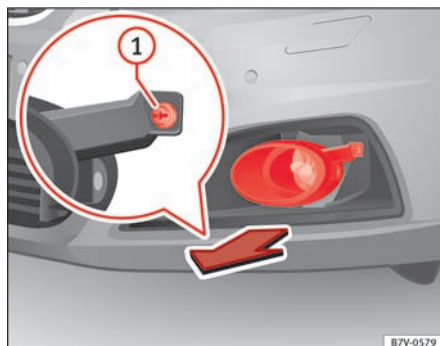

Fig. 204 I stødfangeren foran til højre: afmontering af forlygte
2. Træk afdækningen fremad i pilens retning ⇒ Fig. 204.
3. Skru skruen ⇒ Fig. 204 ① ud med skruetrækkeren fra bilens værktøj ⇒ Side 316.
11. Skru skruen ⇒ Fig. 204 ① fast med skruetrækkeren.
12. Sæt afdækningen i stødfangeren ⇒ Fig. 204.